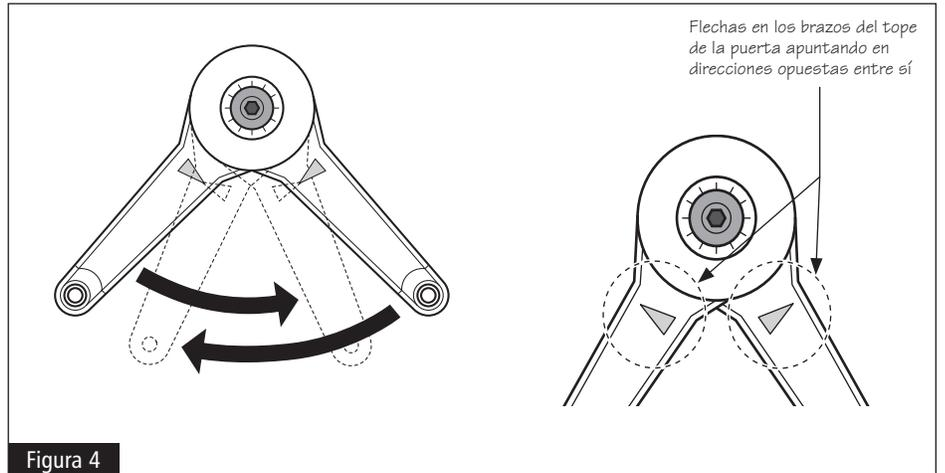

Figura 4
**3** Mueva un brazo del tope de la puerta hacia el otro brazo con un movimiento de tijera hasta que se sobrepasen el uno al otro. Cuando termine, las flechas en los brazos deben apuntar hacia lados opuestos entre sí. Consulte la figura 4.